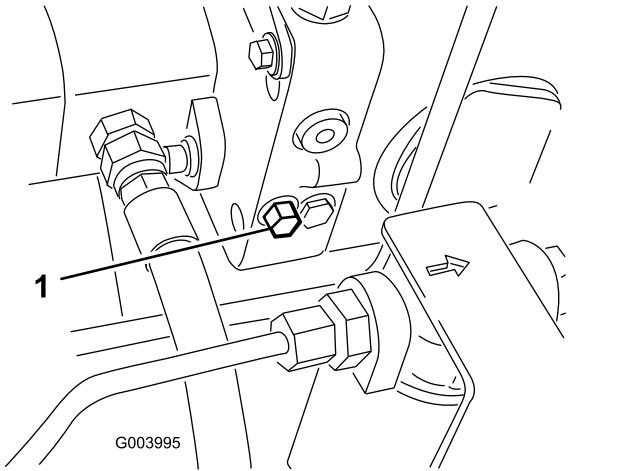

Figura 56
1. Individuate la valvola di bypass sul lato sinistro dell'idrostato (Figura 56).